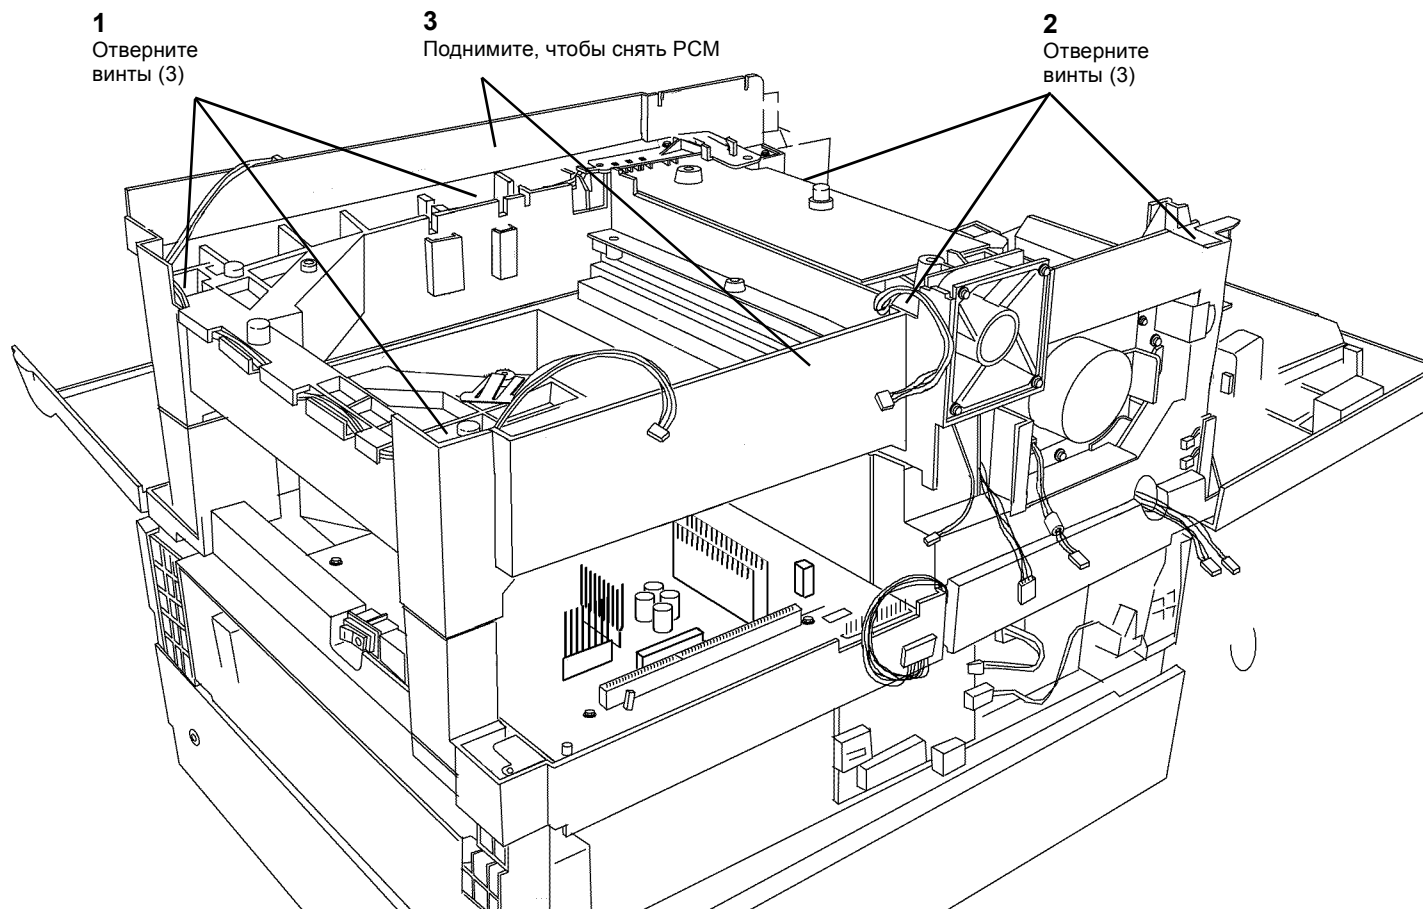

Рисунок 3 Снятие верхнего каркаса РСМ
12. Снимите верхний каркас РСМ (Рисунок 3).